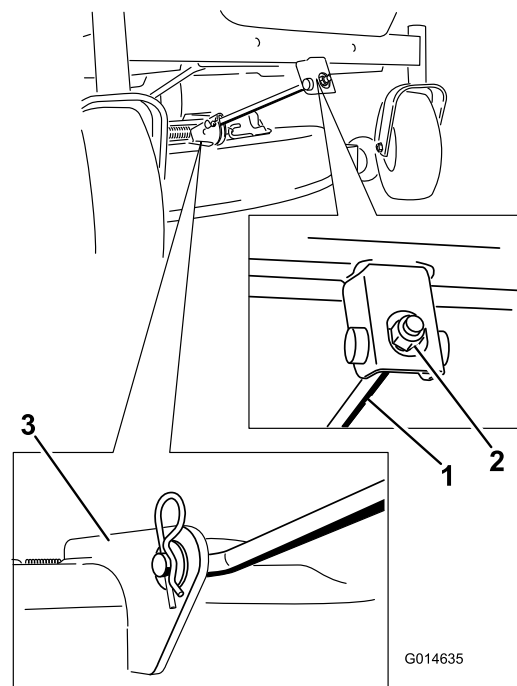

Bild 63
5. Entfernen Sie den Splint von der vorderen Stützstange und entfernen Sie die Stange von der Mähwerkhalterung (Bild 63).
6. Befestigen Sie die vordere Stützstange mit dem Lastösenbolzen und Splint am Mähwerk (Bild 63).